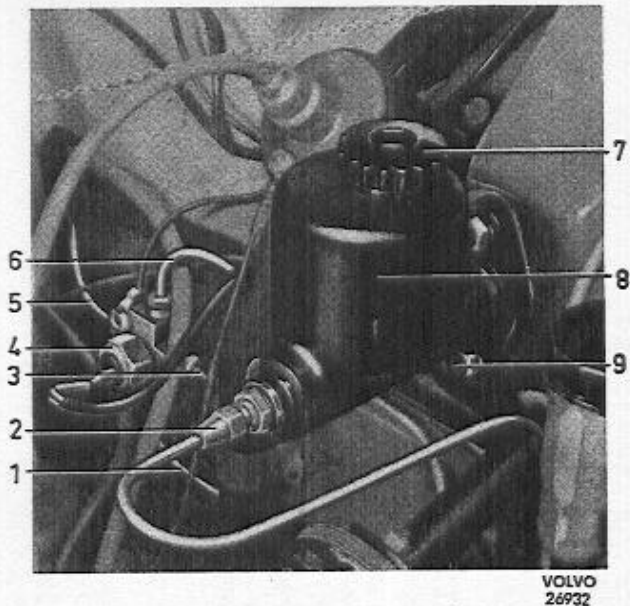

Abb. 39 Bremsteile
2. Bremsleitung (2, Abb. 39) lösen. Herauslaufende Bremsflüssigkeit auffangen. Die zwei Befestigungsschrauben (9) für den Hauptzylinder abschrauben. Hauptzylinder vorsichtig nach vorn ziehen. Keine Bremsflüssigkeit auf lackierte Stellen verschütten, da dies Lackschäden verursachen kann.